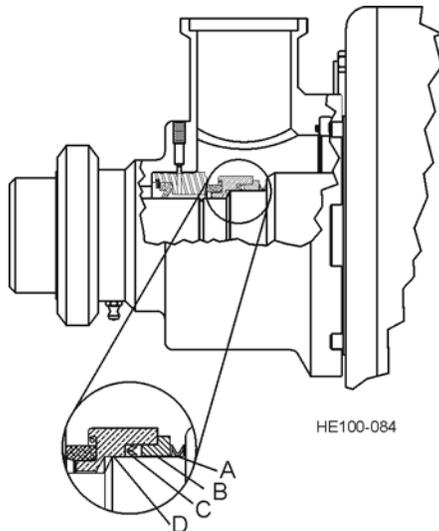

Figura 50 - Orientación de los componentes de sello
1. Ponga el resorte de la arandela ondulada (Vea Figura 50, Artículo A) en el eje.
2. Instale el aro de tope de sello. (Vea Figura 50, Artículo B).
3. Instale el sello de copa en U con la abertura hacia el lado del producto, como se muestra en la Figura 50, Artículo C.
4. Ponga la estructura del sello (Vea Figura 50, Artículo D) en el eje, alineando las ranuras con los pasadores de impulsión del sello.